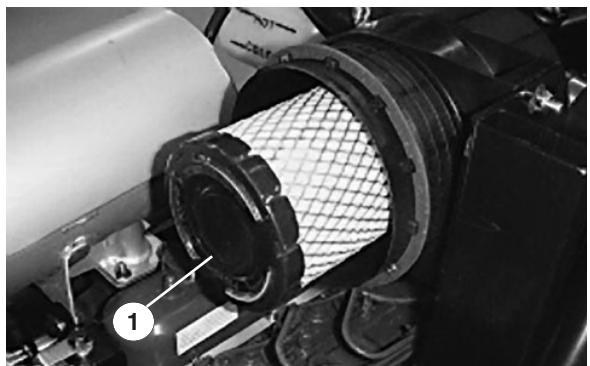

Bild 20
2. Schieben Sie den Filter (Bild 20) vorsichtig aus dem Luftfilterkörper heraus, damit möglichst wenig Staub aufgewirbelt wird. Vermeiden Sie ein Anstoßen des Filters am Filterkörper.